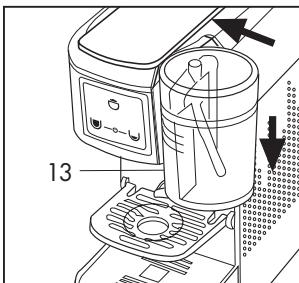

Abb. 19
Setzen Sie den Becher (13) in seinen Sitz bis zum Anschlag in das Gerät ein. **(Abb. 19)**